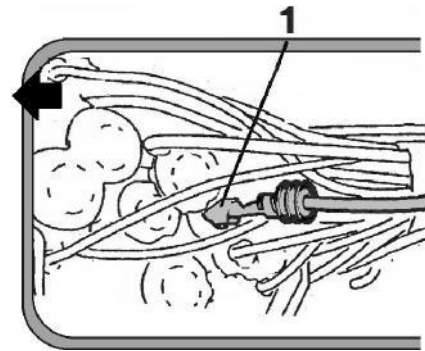

Abbildung 2
8. Kabel (schwarz/weiß) in Kabelsatzstecker XE1 einbauen (Abbildung 2)